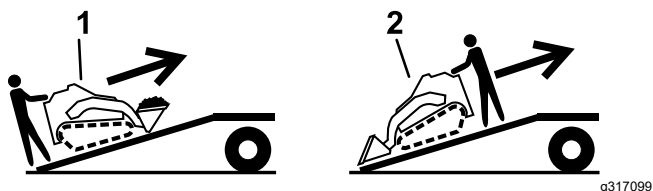

Рисунок 20
5. Погрузку машины на прицеп следует производить более тяжелой частью вверх по наклонному въезду, при этом грузы должны быть опущенными (Рисунок 20).